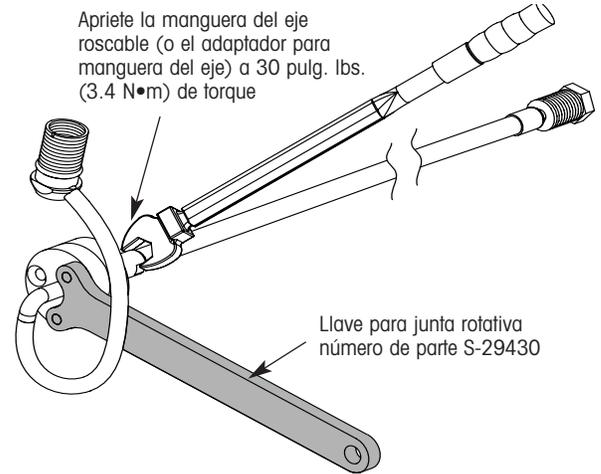

Figura 5. Uso de la llave para junta rotativa
- Usando la llave para junta rotativa (figura 5), rosque la junta rotativa de reemplazo dentro de la manguera del eje roscable (o en el adaptador) y apriete a 30 pulg. lbs. (3.4 N•m) de torque.